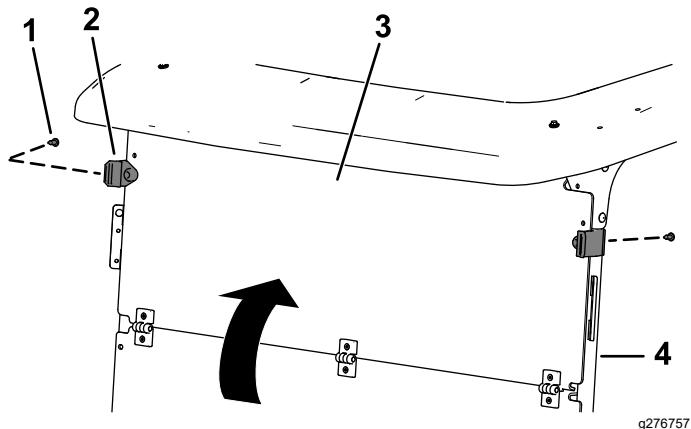

Рисунок 7
2. Разложите ветровое стекло и прикрепите его верхнюю часть к опорным трубам навеса, вставив 2 резиновых зажима и 2 короткие пластмассовые заклепки в нижние отверстия (Рисунок 7).